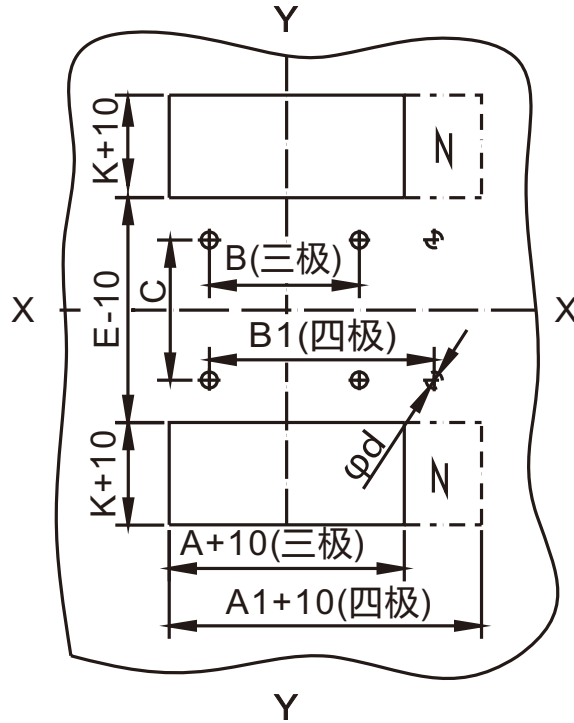

图12 RDHM5系列插入式板后接线安装板开孔尺寸(单位:mm)
6.7 插入式板后接线安装板开孔尺寸见图12和表13 (X-X、Y-Y为断路器中心)。